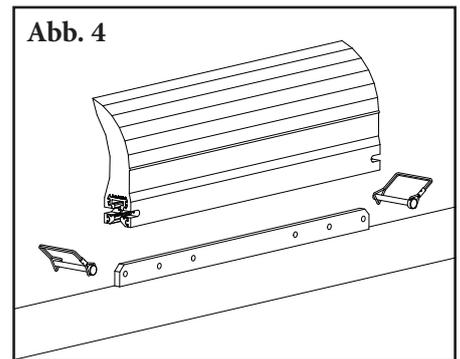

Abb. 4
Das Abstreifblatt muss gespannt werden, bis der Spalt verschwunden ist (Abb. 4).
4. **Einsetzen der Steckachse.** Entfernen Sie beide Sicherungsbolzen und das Abstreifblatt von der Steckachse und führen Sie die Achse durch die Montageplatten (Abb. 4).